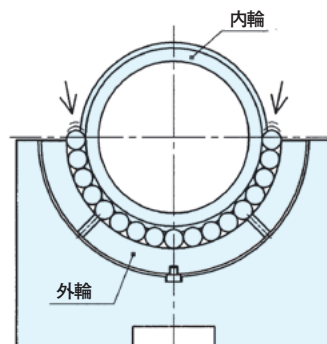
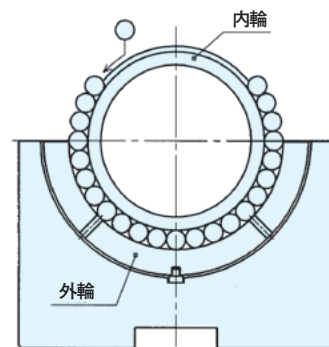

図17 ころの動きを確認
図18 軸受上半分のころを組み込む
- (2) 下半分のころを挿入し終わったら、両端のころを指で押し、ころが軽く動くことを確認します。(図17参照)
- (3) ころが滑らかに動く事を確認後、ころが動かなくなる程度に更に軸受箱(下)をジャッキアップして、軸受内部すきまをゼロにします。
- (4) 次に、上側の残り半数のころを順次積み上げていきます。(図18参照)